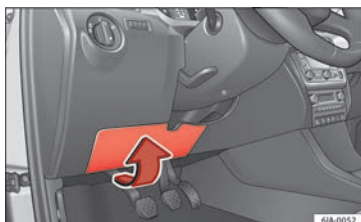

Fig. 54 En el tablero de instrumentos del lado del conductor: tapa de la caja de fusibles.
- Incline con cuidado la cubierta en la dirección de la flecha y quítela » **fig. 54**.